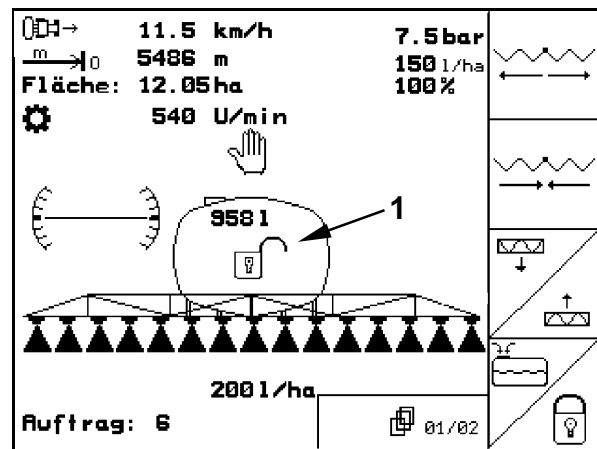

Fig. 147
- Im Arbeitsmenü erscheint das geöffnete Schloss-Symbol (Fig. 147/1) bei entriegeltem Schwingungsausgleich.